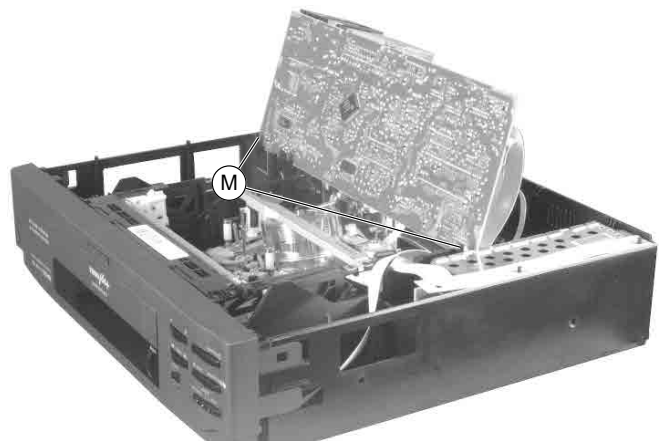

Fig. 7
Chassisplatte in die vorgesehenen Aussparungen (M) stecken (Fig. 7).
Insert Family Board into the cut-outs provided (M) (Fig. 7).